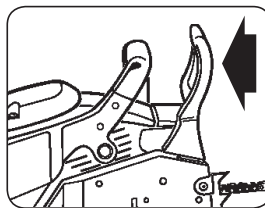

Abb. 5A
1. Die Kettenbremse ist entkuppelt (Kette kann sich bewegen), wenn der Bremshebel nach hinten gezogen und arretiert ist (Abb. 5A).